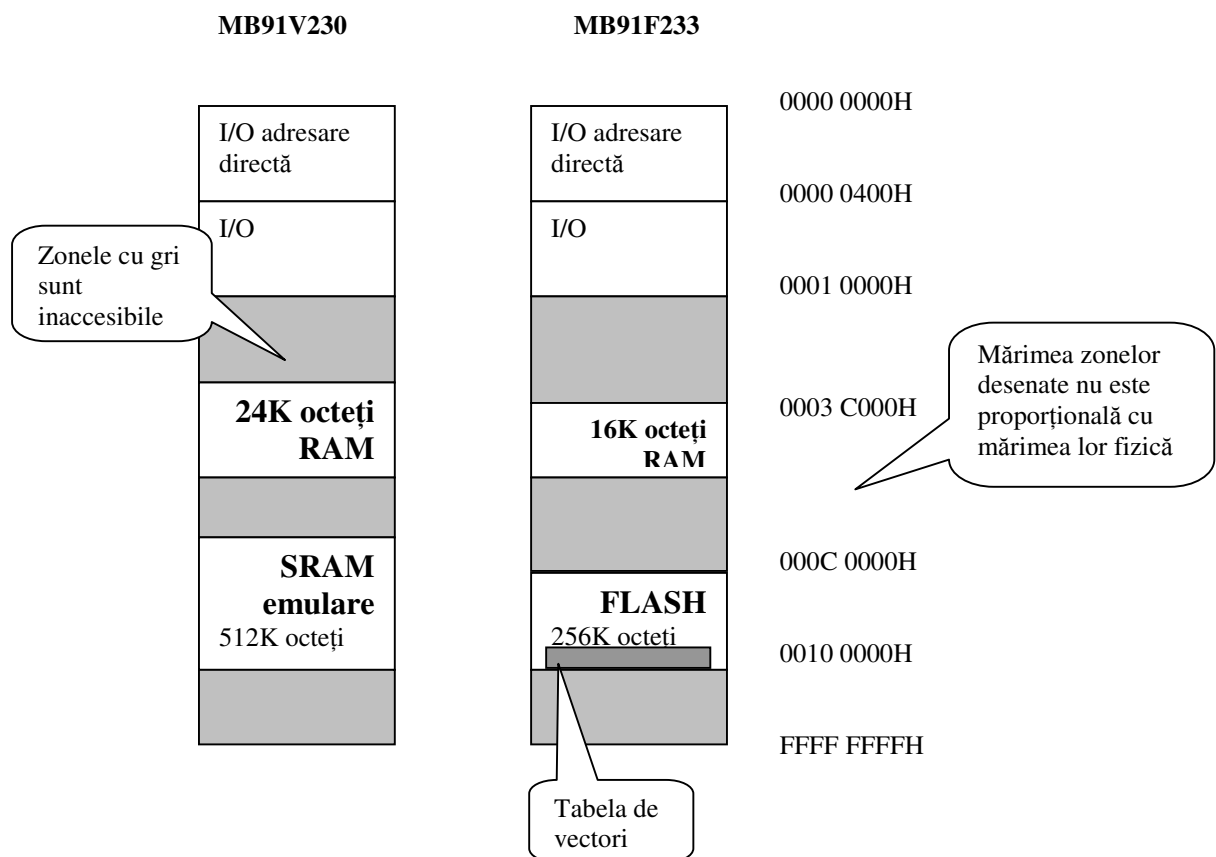

Figura 4.3: maparea memoriei
Maparea memoriei este prezentată pentru varianta de emulare (V) și o variantă cu FLASH la modelele MB 91V230 respectiv MB91F233, figura 4.3: